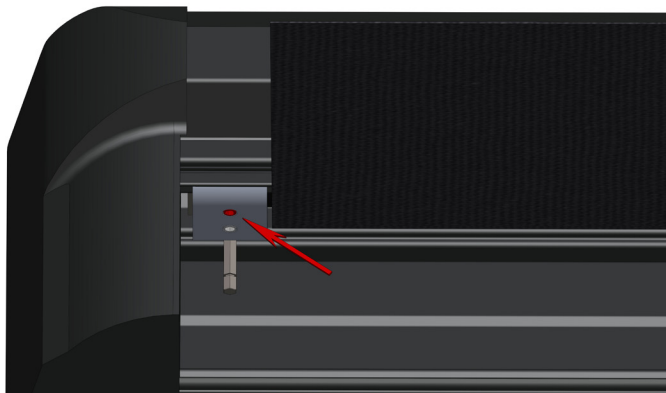

Fig. 2
2. Der er 2 justeringsterminaler - en rød og en hvid. Den røde styrer stoppet inde ved kassetten, og dermed hvor meget markisen skal lukke. Den hvide styrer stoppet ude, hvor markisen skal stoppe og må **ALDRIG** justeres på, da det kan få markisen til at lukke den forkerte vej, og derved går markisen i stykker. Der er ingen garanti på markisen, hvis motoren har været overstyret i yderste stop. **DERFOR skal du ALDRIG justere i den HVIDE terminal** (se fig. 2).